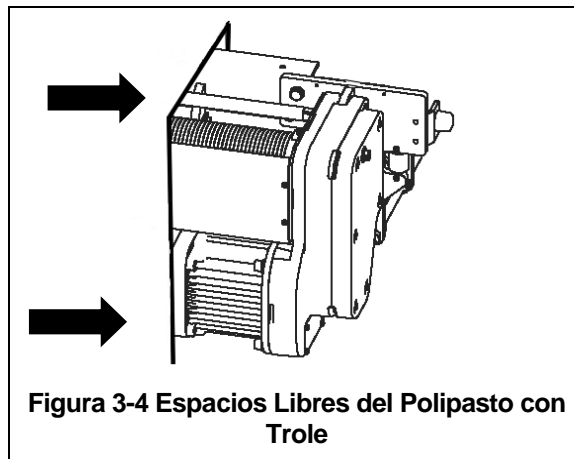

Figura 3-4 Espacios Libres del Polipasto con Trole
- 3.3.4 Asegúrese de que haya un espacio libre vertical y horizontal adecuado a lo largo de todo el rango de movimiento del polipasto con trole, como se muestra en la **Figura 3-4**.